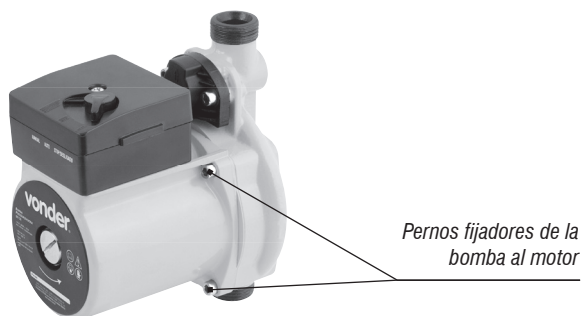

Fig. 9 – Retirando los pernos que fijan la bomba
- Después del cierre de los registros en la entrada y en la salida de la bomba, retire los pernos que fijan la bomba al motor (fig. 9)